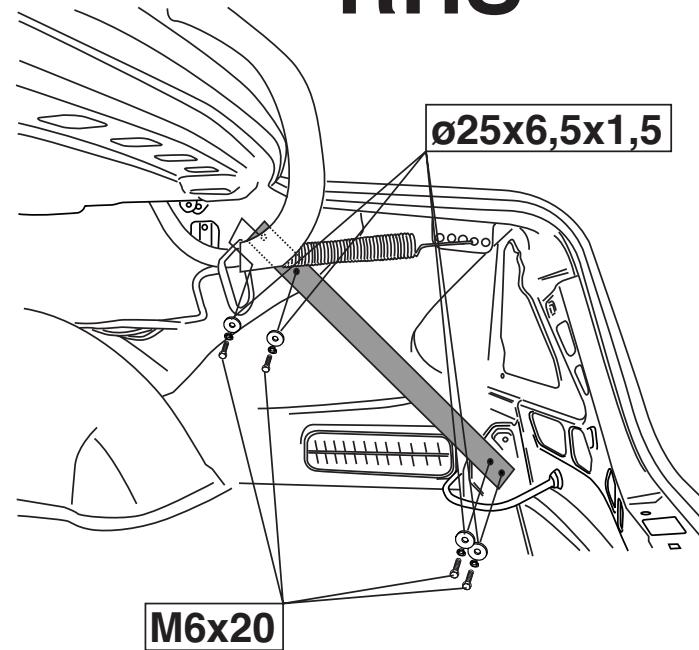

Fig. 1
Hvis de medleverede forstærkningsbøjler, (jævnfør fig. 1), ikke passer, bør de originale forstærkningsbøjler LHS (A 211 639 03 43) og RHS (A 211 639 04 43) bestilles hos en Mercedes Benz filial!
3. Montar los soportes G y H. Véase la fig. 1.
**Si los arcos de refuerzo suministrados no caben (ver fig. 1), se deberán pedir los arcos de refuerzo LHS (A 211 639 03 43) y RHS (A 211 639 04 43) en un concesionario de Mercedes Benz.**
3. Montare i sostegni G ed H. Vedi fig. 1.
**Se i ganci di rinforzo in dotazione, (vedi fig. 1), non dovessero andare bene è necessario ordinare i ganci di rinforzo originali LHS (A 211 639 03 43 ) ed RHS (A 211 639 04 43 ) presso una delle filiali Mercedes Benz!**
3. Zamontować wsporniki G i H. Patrz rys. 1
**Jeżeli zał ączone ramiona wspomagające (patrz rys. 1) nie będą paso wać, należy zamówić w filii Mercedesa Benz oryginalne ramiona wsp omagające LHS (A 211 639 03 43 ) i RHS (A 211 500 06 93)!**